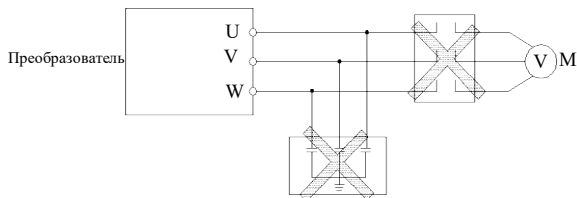

Рис.3-6 Запрещено использовать пускатель и поглощающий конденсатор
- (1) Убедитесь, что питание было полностью отключено за 10 или более минут до электромонтажа, в обратном случае есть опасность поражения электрическим током.
- (2) Запрещено подключать кабель питания к выходам U, V, W.
- (3) При наличии утечки тока в преобразователе, для обеспечения безопасности необходимо заземлить и преобразователь, и двигатель, см. пункт 8 Главы 3.4.1 о монтаже заземления.
- (4) Перед отправкой было проведено испытание на сопротивление сжатию, и пользователю нет необходимости проводить его снова.
- (5) Не добавляйте поглощающий конденсатор или другое поглощающее устройство типа резистора-конденсатора между преобразователем и мотором; также не нужно добавлять электромагнитный контакт. Если необходимо добавить контактор или какое-либо другое переключающее устройство, убедитесь, что преобразователь приостановлен и без выходного сигнала, как показано на рис.3-6.
- (6) Для обеспечения защиты преобразователя от сверхтоков на выходе и удобное обслуживание в выключенном состоянии, он должен быть подключен к источнику питания через переключатель или пускатель.
- (7) Для управляющего сигнала выбрать многожильный витой или экранированный провод. Один конец экранирующего слоя висит в воздухе, а другой конец подключить на клемму заземления преобразователя, соединительный провод короче 20м.